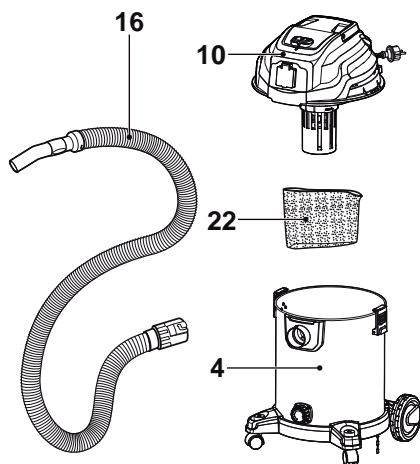

Fig. 6 Aspiração húmida
- com a manga de espuma (22) para aspiração húmida (Fig. 6).